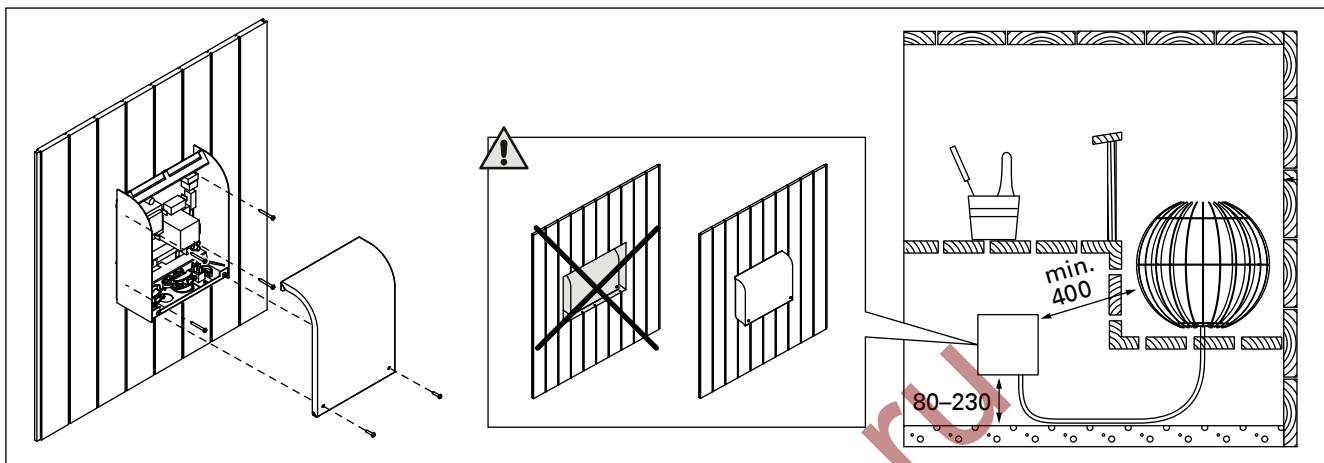

Рисунок 8. Установка блока питания (все размеры приведены в миллиметрах)
**Внимание! Блок питания нельзя устанавливать в стену или устанавливать его заподлицо, так как это может вызвать перегрев внутренних компонентов блока и привести к поломке устройства. См. рис. 8.**